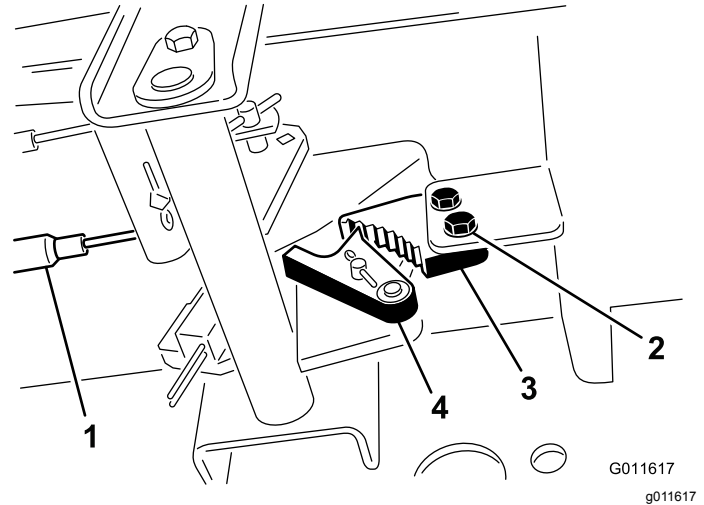

Figura 63
1. Afloje los 2 tornillos que fijan el trinquete del freno de estacionamiento al bastidor (**Figura 63**).
2. Pise el pedal del freno de estacionamiento hacia adelante hasta que la uña se engancha a fondo en el trinquete del freno (**Figura 63**).